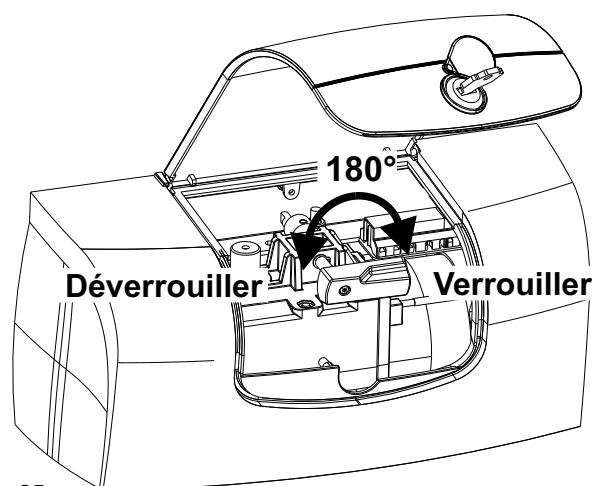

Fig. 25
- Tourner le levier de déverrouillage rouge de 180° dans le sens anti-horaire (Fig. 25).
- Tourner le levier de déverrouillage rouge de 180° dans le sens horaire (Fig. 25).